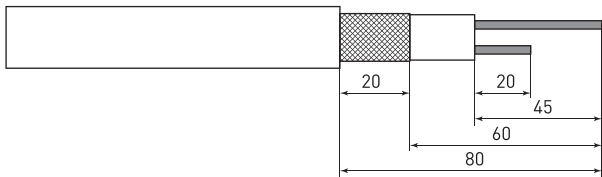

Рисунок 11
6.7 Разделать обе части саморегулирующегося нагревательного кабеля согласно нижеприведенным условиям. Снять оболочку нагревательного кабеля на длине 80 мм, экран в виде оплетки срезать на длине 60 мм. Оставшуюся часть экрана (20 мм) сдвинуть к оболочке. Снять изоляцию с токопроводящих жил на длине 45 мм и одну жилу укоротить на 25 мм (рисунок 11).